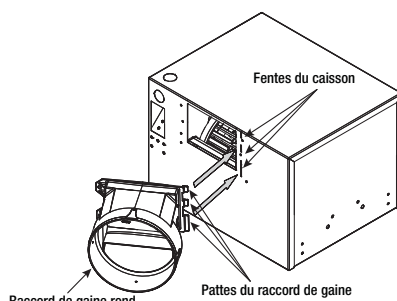

Figure 4 — Insertion des pattes de gaine dans le caisson
1. Insérer les pattes du raccord de gaine dans les fentes du caisson comme sur la Figure 4.